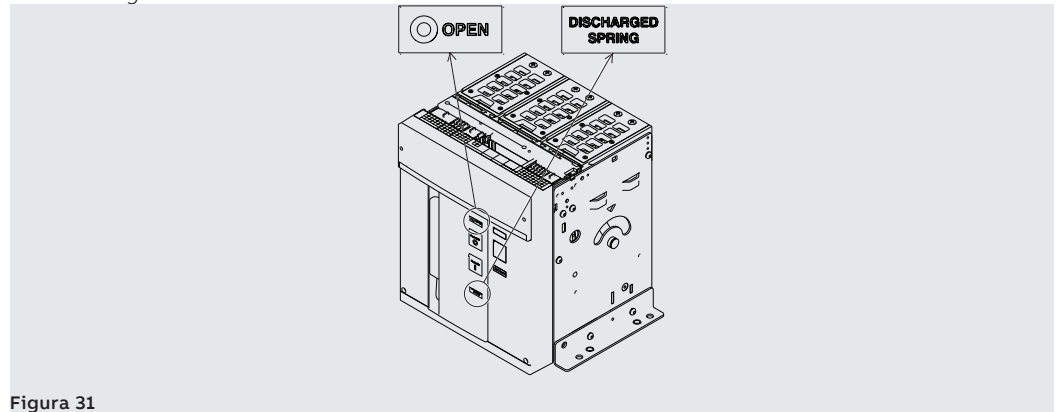

Figura 31
- Controlar que el interruptor esté abierto (indicador abierto/cerrado "O - OPEN") y controlar que los resortes estén descargados (indicador resortes "blanco - DISCHARGED SPRING") como indicado en Figura 31.